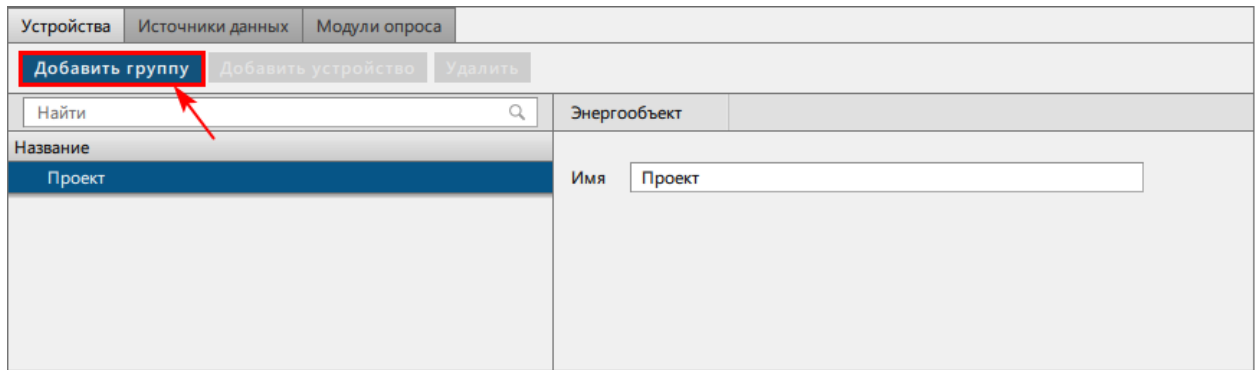

Рисунок 170 - Добавить группу устройств
1. Добавьте группу для набора физических устройств (Рисунок 170).